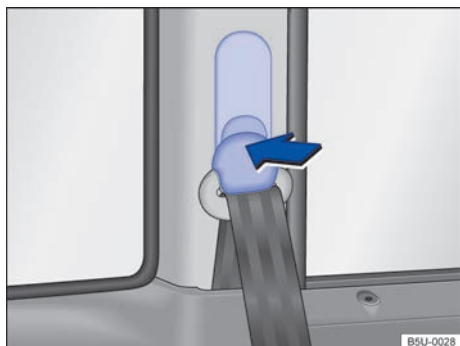

Fig. 58 Al costado de los asientos delanteros: ajuste de la altura del cinturón de seguridad.
- Presionar el dispositivo de ajuste en el sentido de la flecha y mantenerlo presionado ⇒ fig. 58.